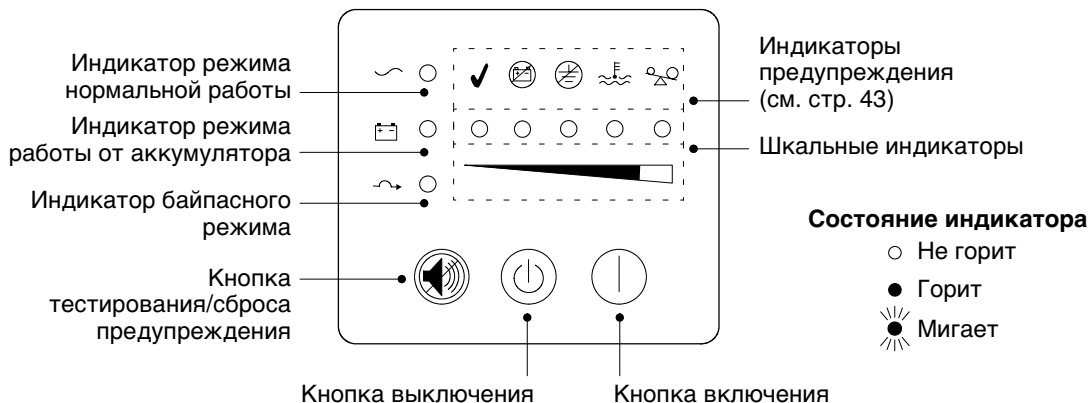

Рисунок 15. Передняя панель ИБП
12. Нажмите Кнопка | включения (см. Рисунок 15 на стр. 18).
После подключения ИБП к сетевой розетке выполняется авто-тестирование и включается режим ожидания. Для включения ИБП нажмите Кнопка | включения на передней панели (см. Рисунок 15 на стр. 18). Загорается индикатор , и шкальный индикатор показывает процент нагрузки на ИБП.
Индикаторы на передней панели ИБП Powerware 9125 указывают состояние ИБП. Рисунок 15 показывает индикаторы и средства управления передней панели ИБП.